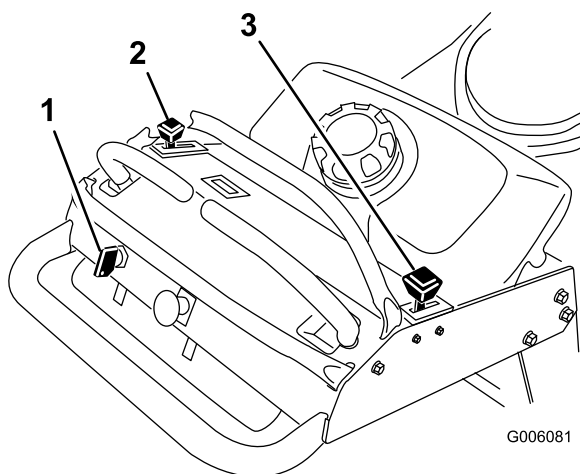

Bild 7
4. Vor dem Anlassen eines kalten Motors sollten Sie den Gasbedienungshebel auf schnell und den Chochebel auf Ein stellen (Bild 7).
2. Stellen Sie dann den Gasbedienungshebel auf Langsam (Bild 7).